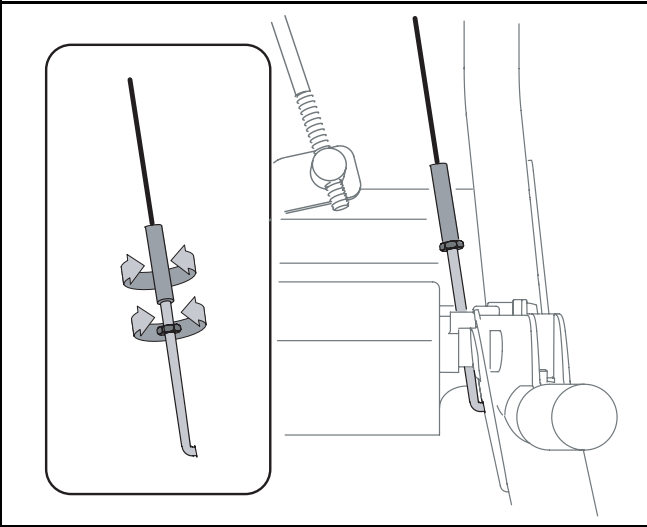

Figure 11
- Pour ajuster à nouveau le câble de commande, desserrez le contre-écrou à six pans du raccord en «Z» du câble de commande de la tarière. Faites tourner la virole du câble dans le sens contraire aux aiguilles d'une montre pour obtenir plus de jeu. Resserrez ensuite le contre-écrou à six pans. Voir la Figure 11.